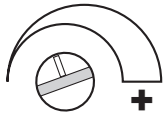

Bild 3: Mindestdrehzahl einstellen
- Einsteller (2) nach rechts drehen bis die gewünschte Mindestdrehzahl des Motors erreicht ist (Bild 3). Dabei den Nachlauf des Motors berücksichtigen.